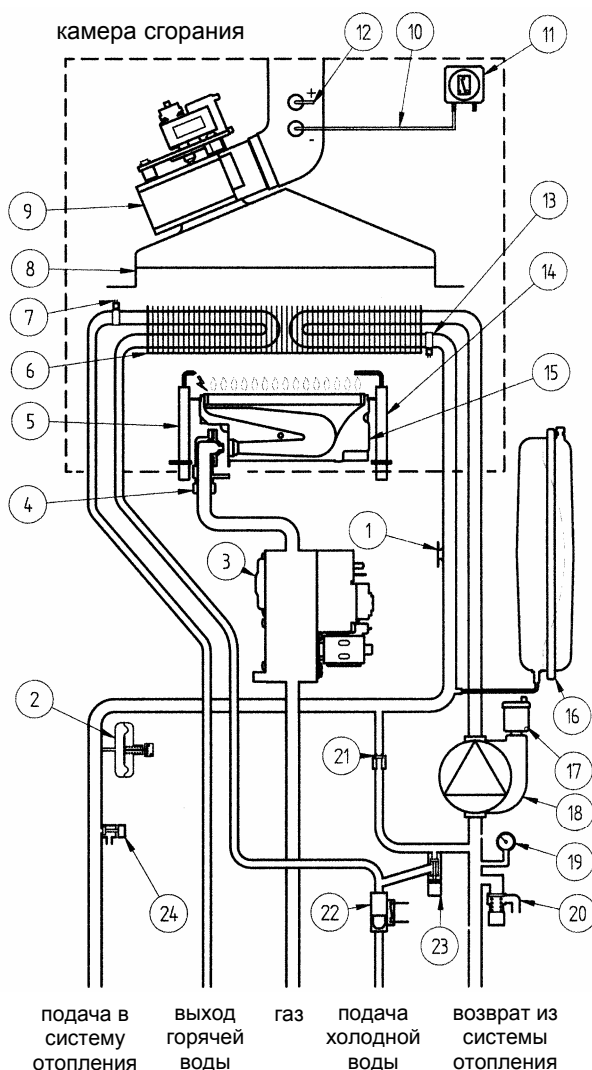

Рис.20
Данное устройство (позиция 15 Рис.20)-обеспечивает включение основной горелки при условии исправной работы вытяжного дымохода.
- нет контакта между трубкой Вентури и датчиком тяги (позиции 16-17 Рис.20)
- **Термостат перегрева** - благодаря датчику (позиция 11 Рис.20 – 21), установленному на выходной трубе первичного теплообменника, в случае перегрева воды первичного контура прекращается подача газа в горелку. При этом котел останавливается. После устранения причины, вызвавшей блокировку, возможно повторное включение. Для этого необходимо кратковременно (примерно на 2 сек) перевести переключатель режимов (Рис.2) в позицию (R).
Электрод для определения наличия пламени (позиция 18 Рис.20), расположенный с правой части горелки, гарантирует безопасность работы и блокирует котел при нарушении подачи газа или неполном горении основной горелки.
- Водяной сбросной клапан системы отопления (позиция 28 Рис.20) - настроен на давление 3 бар и установлен в системе отопления.**